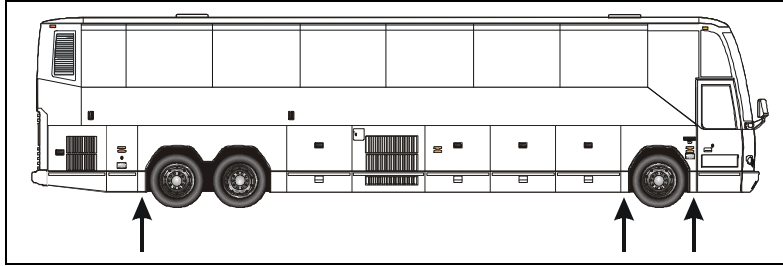

FIGURE 1 : POINTS DE LEVAGE SOUS LE CHÂSSIS
1. Soulever le véhicule par les points de levage situés sous le châssis (voir figure 1).